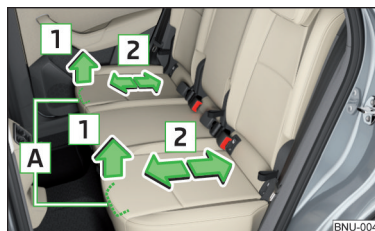

Fig. 80 Reglarea scaunelor pe direcție longitudinală
▶ Trageți maneta **A** în sensul săgeții **1** și împingeți scaunul în direcția dorită, în sensul săgeții **2** » fig. 80. După eliberarea manetei, trebuie să percepeți auditiv blocarea scaunului.
- Împingeți scaunele în spate, până la limită » fig. 80 la pagina 86.